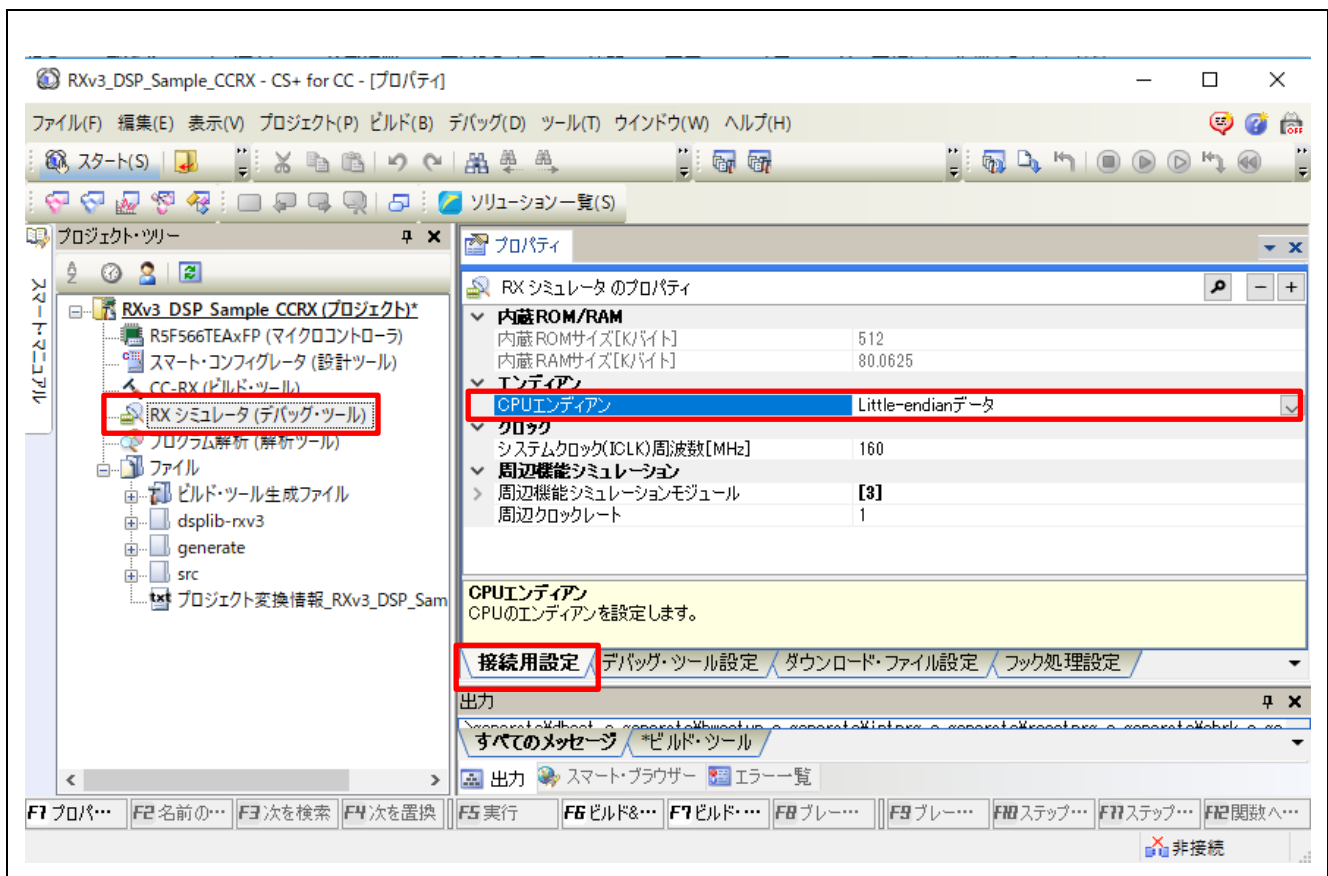

図 3-6 CS+ の RX シミュレータ設定
1. 図 3-6 に示すように、プロジェクト・ツリー「RX シミュレータ (デバッグ・ツール)」をクリックして、RX シミュレータのプロパティ「接続用設定」のエンディアン設定で、ビルド構成に合わせてエンディアンを選択します。